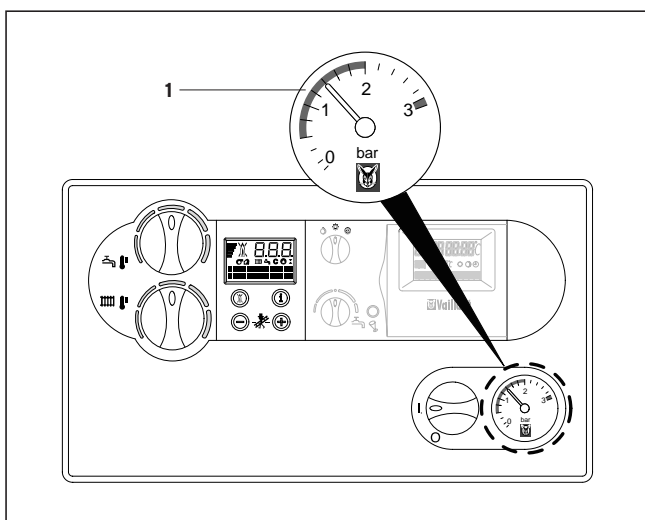

Fig. 3.4: Controllare la pressione dell'acqua
3.2.2 Controllare la pressione dell'acqua (Fig. 3.4)